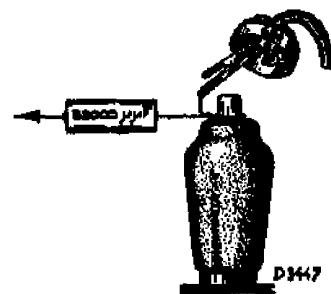

FIG.4
6. Gemoduleerd signaal van 468 kHz via een condensator van 33000 pF toevoeren aan het eerste rooster van L1 (fig.4)